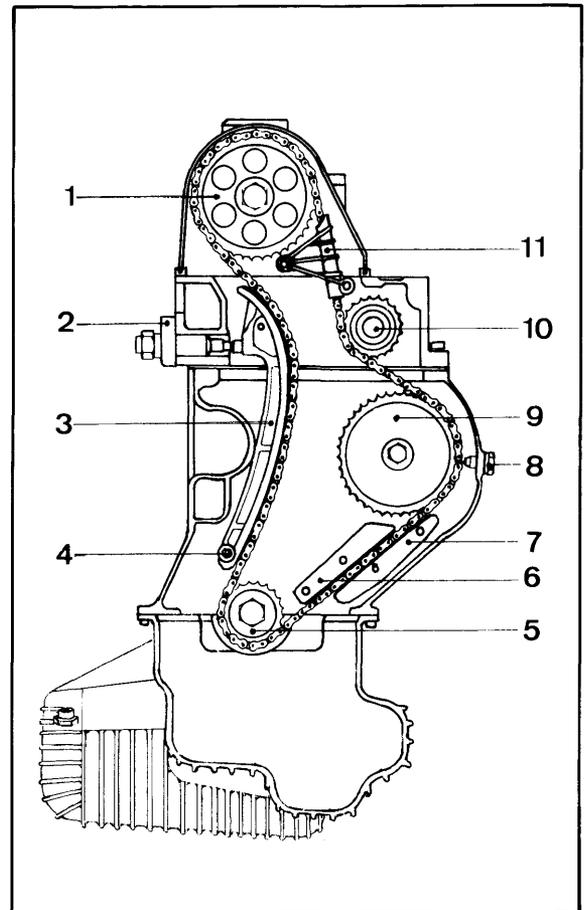

Figura 05-1/1
- 6.- Desmontar el tensor hidráulico de cadena (2).
- 7.- Desmontar la rueda dentada del árbol de levas (1) (Figura 05-1/1) (Ver página 01-1/8, punto 25).